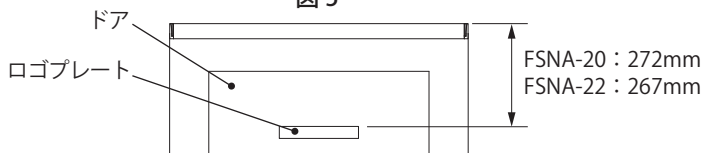

図 7
6. 別途購入したロゴプレートを、取り外しと逆の手順で図の位置にて取り付けてください。(図 7)